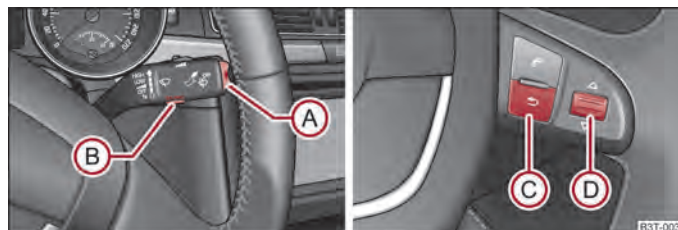

Abb. 7 Informationsdisplay: Bedienelemente am Scheibenwischerhebel / Bedienelemente am Multifunktionslenkrad
- Das **Main menu (Hauptmenü)** aktivieren Sie durch Drücken der Wipptaste **(A)** ⇒ Abb. 7 länger als 1 Sekunde.
- Das **Main menu (Hauptmenü)** aktivieren Sie durch Drücken der Wipptaste **(C)** ⇒ Abb. 7 länger als 1 Sekunde.